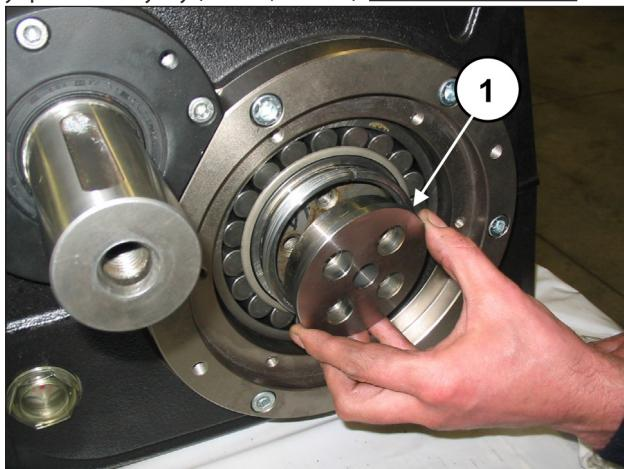

Рис. 78
Вставьте фиксирующие фланцы в конусные втулки (поз. ①, Рис. 78).